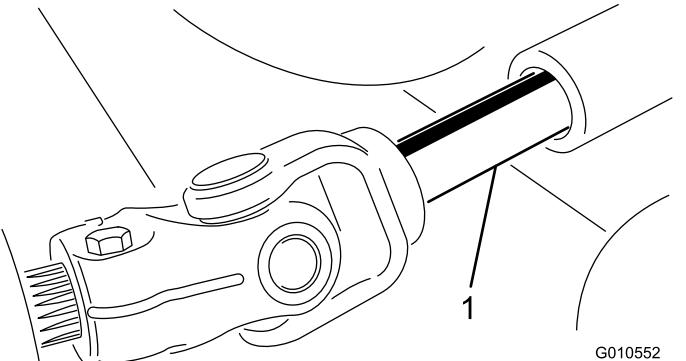

図 26
3. PTO シャフトのオスメスの接続部分を解除して、カッティングユニットをトラクションユニットから引き出す図 26。
3. オスの PTO シャフトとメスの PTO シャフトを接続する図 26。